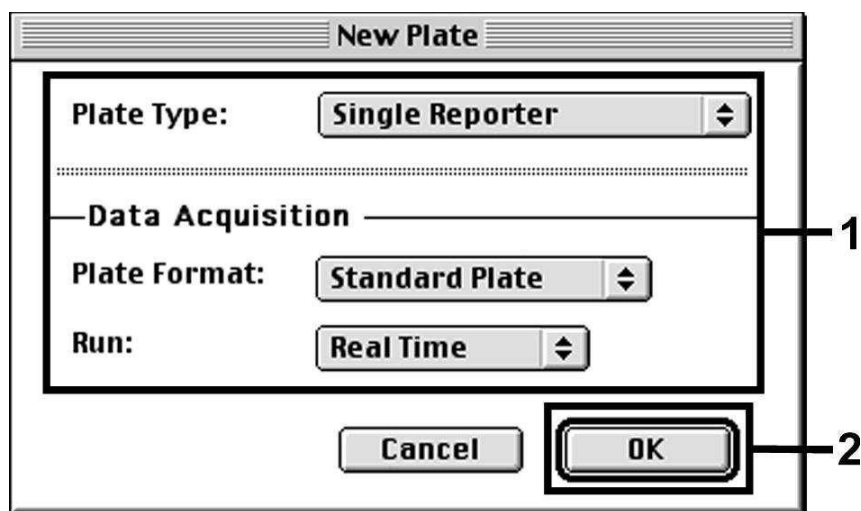

Fig. 9: Ajustes al crear un nuevo ensayo de PCR (*New Plate*).
Seleccione la opción *New Plate* del menú *File* del sistema *ABI PRISM 7700 SDS* e introduzca los siguientes ajustes básicos para el nuevo ensayo (véase la Fig. 9). Confirme sus datos (OK).